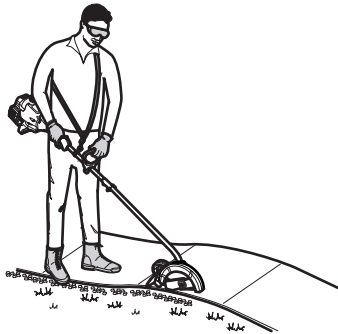

Fig. 4
- Párese en la posición de arranque (Fig. 4). Párese derecho. No se incline sobre el aparato.